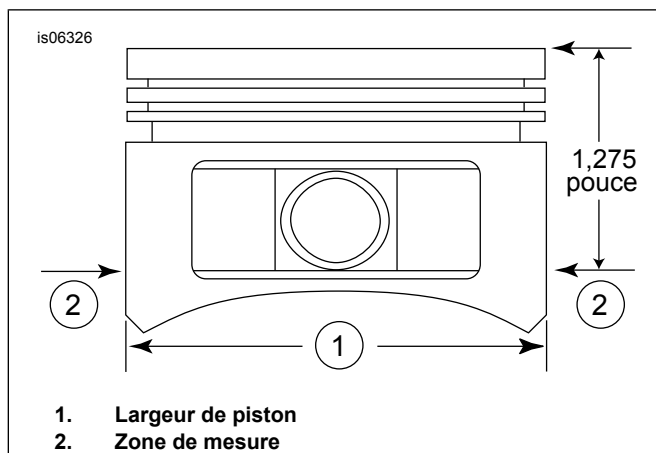

Figure 2. Dimensions de piston
- Voir Figure 2. Mesurer la largeur du piston (1) à 90 degrés à l'horizontale des deux côtés du trou d'axe de piston et à 32,385 mm (1,275 po) vers le bas à partir de la surface de plateau (supérieure) du piston (2). Voir le tableau 11 pour l'ajustement piston/cylindre à cet emplacement.